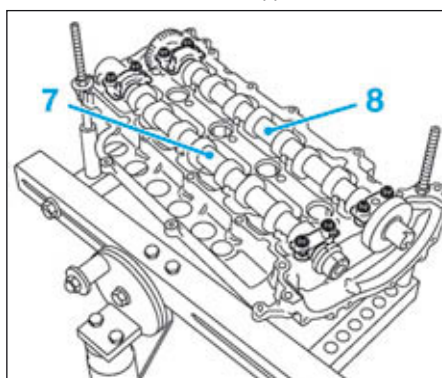

FIG.29
- l'arbre à cames (7) (Fig.29) côté admission.
- l'arbre à cames (8) côté échappement.